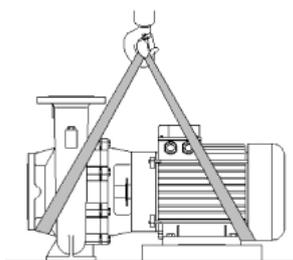

Fig. 2: Transport der Pumpe
- Die Transportösen am Motor dienen dabei nur zur Führung bei Lastaufnahme (siehe Fig. 2).